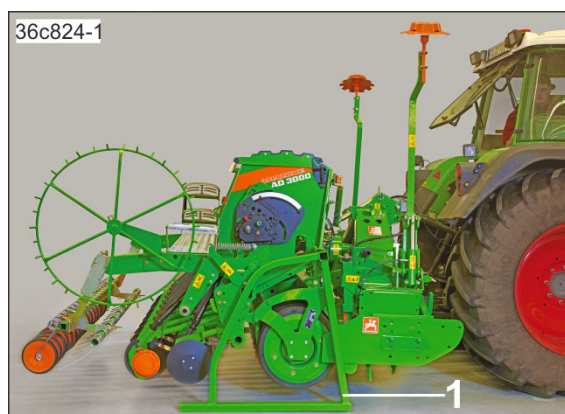

Рис. 136
9. Вставьте 2 опорные стойки (Рис. 136/1) в крепление до упора.